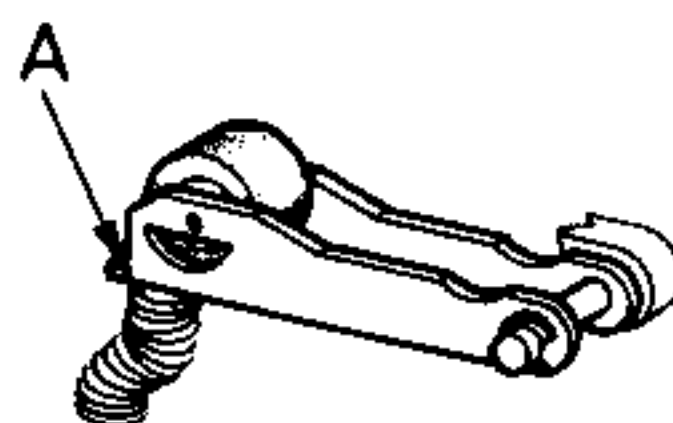

Fig. 6 15007A12
B. Controle van de drukrolkracht (Fig. 6)